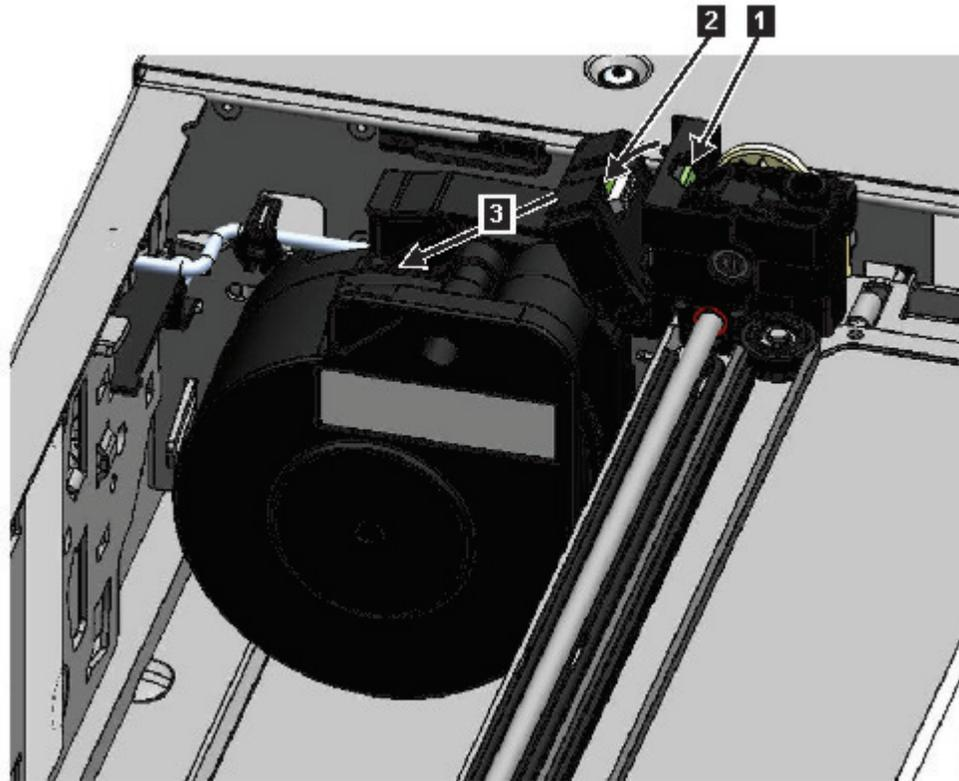

Abbildung 73. Spooling-Kabel entriegeln und in Vorrichtung ablegen
- Drücken Sie oben auf dem Zugriffsmechanismus an der Stelle, an der das Spooling-Kabel angeschlossen wird, auf die Verriegelung (1 in Abbildung 73 auf Seite 164) und drehen Sie dann das Teil nach außen, das das Spooling-Kabel hält (2).
8. Heben Sie das Spooling-Kabel aus dem Zugriffsmechanismus und legen Sie es in seine Vorrichtung oben auf dem Spooling-Mechanismus (**3** in Abbildung 73 auf Seite 164).